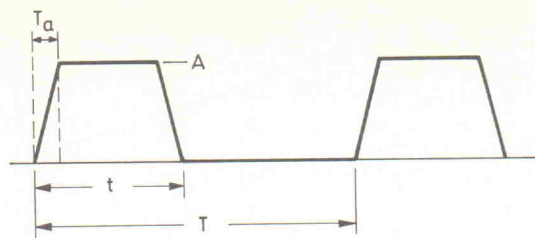
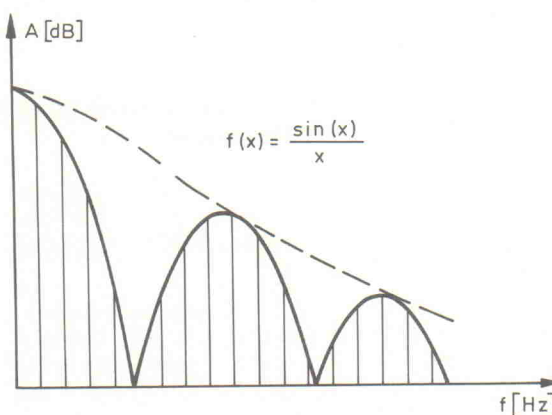
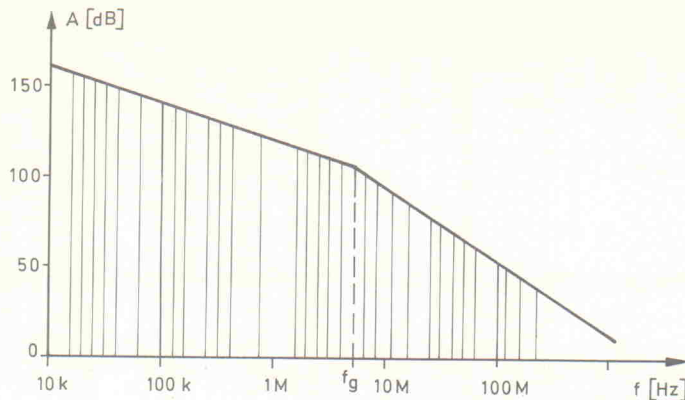

Bild 4. Impulsverlauf am Leistungsübertrager.
Bild 5. Spektrum der erzeugten Störsignale.
Bild 6. Logarithmische Darstellung der Spektrallinien und der Einhüllenden.
An dieser Stelle sind nun ein paar Überlegungen bezüglich der Kurvenform des Schaltstroms und der Harmonischen angebracht. Das Schalten einer Gleichspannung mit Leistungstransistoren führt zu Rechteckimpulsen, deren allgemeingültige Form – mit deutlich dargestellten Anstiegs- und Abfallflanken – in Bild 4 skizziert ist. Durch eine Fourieranalyse erhält man das in Bild 5 wiedergegebene Linienspektrum. Die Hüllkurve der einzelnen Spektren verläuft nach der Funktion $f(x) = \sin(x)/x$.
In einem Schaltnetzteil wird die Ausgangsspannung über die Pulsweitenmodulation geregelt. Dies bedeutet, daß das Impulspausen-Verhältnis von der angeschlossenen Last abhängig ist. Aus diesem Grund liegt die Lage der Minima und Maxima im Spektrum nicht fest. Es interessiert demnach nur die Einhüllende aller möglichen Spektrallinien. Diese ist in Bild 5 gestrichelt eingezeichnet. Um einen weiten Frequenzbereich abzudecken, ist es sinnvoll,
Die Zeit T_a ist dabei die Anstiegszeit des Schaltimpulses am Leistungsübertrager. Diese Größe ist als diejenige Zeit definiert, die die Anstiegsflanke eines Impulses benötigt, um von 10 % auf 90 % der maximalen Amplitude A zu steigen (Bild 4). Schalten die Transistoren sehr schnell, so nimmt die Frequenz f_g höhere Werte an, so daß das Störspektrum deutlich breiter ausfällt. Bild 6 zeigt, wie das Störspektrum eines nicht entstörten Schaltnetzteils im logarithmischen Maßstab aussieht.
- das Verkleinern der Spannungsamplitude A (Bild 4)